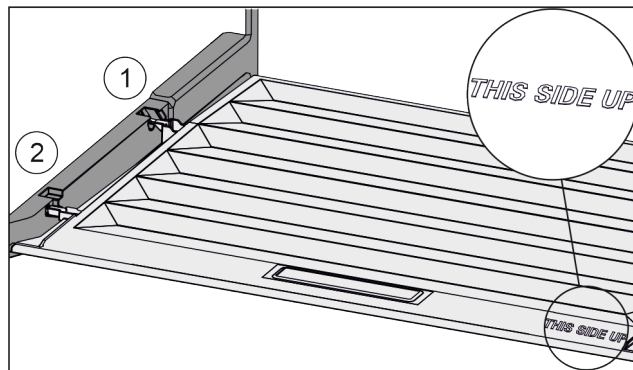

Fig. 162
- ▶ Vie kannen korkeosa takimmaisessa kiinnittimessä Fig. 162 (1) olevan aukon kautta sisään ja kiinnitä se edessä kiinnittimeen Fig. 162 (2).